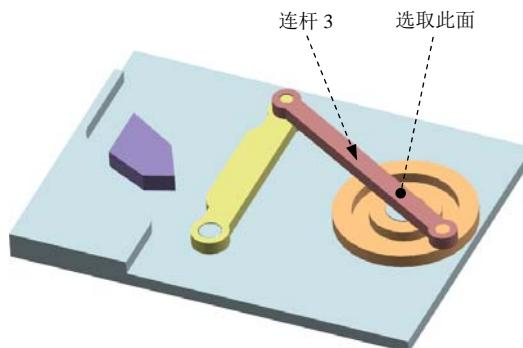
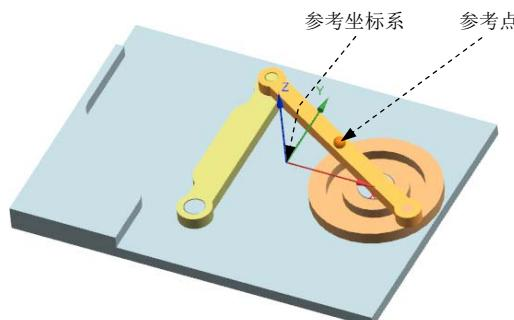

图 8.2.2 破碎机机构模型
图 8.2.4 定义参考点和坐标系
下面举例说明标记的一般创建过程。在图 8.2.2 所示的破碎机机构中，如果要绘制连杆 3 中的上表面中心点处关于水平方向（绝对坐标系的 X 方向）的线速度曲线，就需要先在指定位置放置一个标记，然后在输出图形时将标记设置为参考对象即可。
(2) 定义参考连杆。在系统 **选择连杆来定义标记位置** 的提示下，选择图 8.2.2 所示的连杆 3 为参考连杆。
(3) 定义参考点。在**方向**区域中单击**\*指定点**按钮，然后在右侧单击“点对话框”按钮 $\text{+}$ ，在“点”对话框的**类型**下拉列表中选择**点在面上**选项，在模型中选取图 8.2.2 所示的曲面为点的参考，然后在“点”对话框的**向参数**和**向参数**文本框中输入值 0.5，单击**确定**按钮，完成点的定义，如图 8.2.4 所示。
(4) 定义参考坐标系。在**方向**区域中单击**\*指定 CSYS**，然后在右侧单击“CSYS 对话框”按钮 $\text{CSYS}$ ，在系统弹出的“CSYS”对话框**类型**下拉列表中选择**动态**选项，单击**确定**按钮，完成参考坐标系的定义，如图 8.2.4 所示。